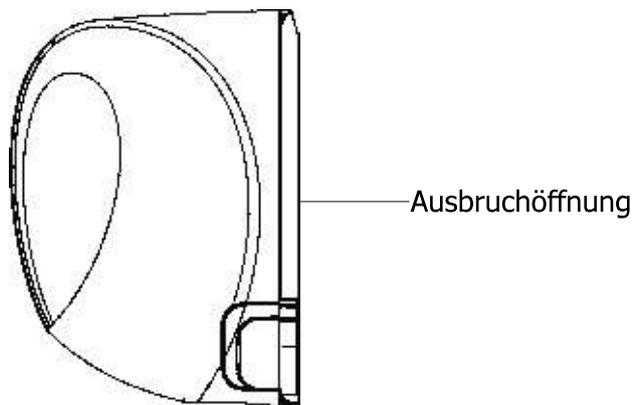

Abb. 3.3
2. Wenn sich die Wandbohrung hinter dem Gerät befindet, lassen Sie die Ausbruchöffnungen am Gehäuse intakt. Wenn sich die Wandbohrung außerhalb des Montagebereichs des Innengeräts befindet, brechen Sie die entsprechende seitliche Ausbruchöffnung aus. (Siehe **Abb. 3.3**) Dadurch entsteht eine Öffnung, durch die Ihre Rohrleitung das Gerät verlassen kann. Verwenden Sie eine Spitzzange, wenn der Kunststoff zu schwer von Hand zu entfernen ist.